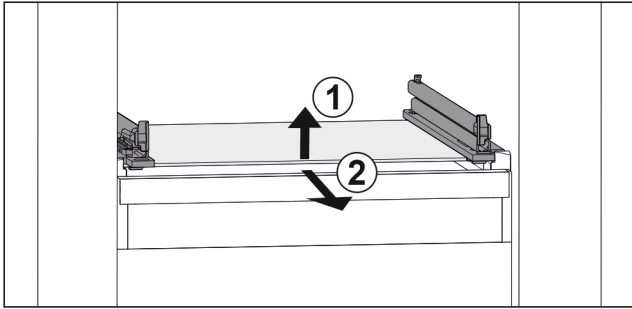

Fig. 25 Примерно изображение на стъклената плоча
- ▶ Повдигнете стъклената плоча отпред. Fig. 25 (1)
- ▶ Извадете стъклената плоча напред. Fig. 25 (2)